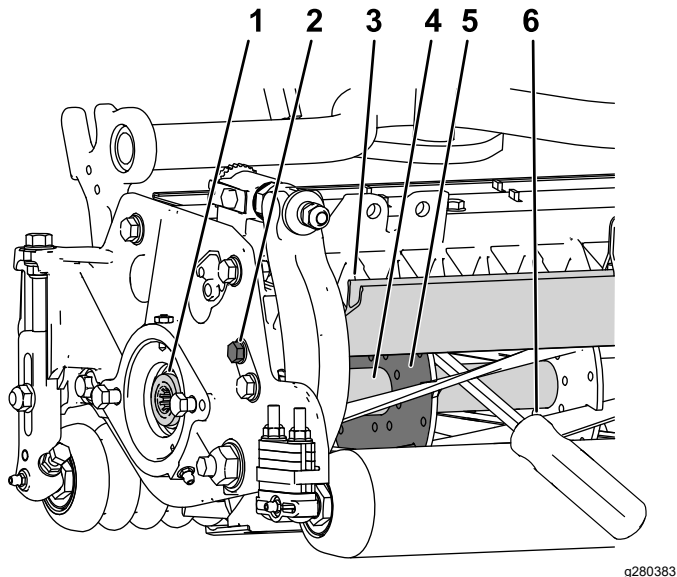

图 28
1. 松开滚刀组左侧的屏蔽螺栓抬起后护罩图 28。
2. 将一根长柄撬棍建议尺寸为 0.95cm x 30.48cm 带螺丝刀柄插入滚刀组背面最靠近需要扭转的滚刀组一侧图 28。
3. 将撬棍靠着滚刀支撑板的焊接侧图 28。